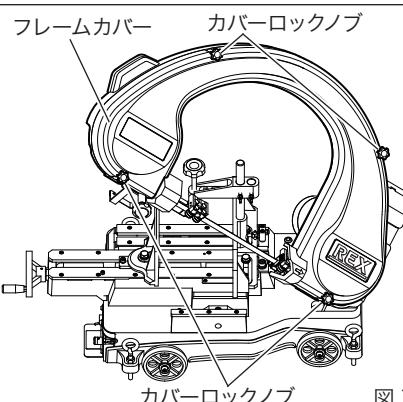

図 13
6. ノコ刃の交換 (図 13 ~ 16)
フレームカバーの取外し (図 13)
- ①フレームを上げた状態にし、フレーム前面にある 4箇所のカバーロックノブを反時計方向に回し、雌ねじからねじを外してください。(図 13)
- ②フレームカバーを持ち上げてください。